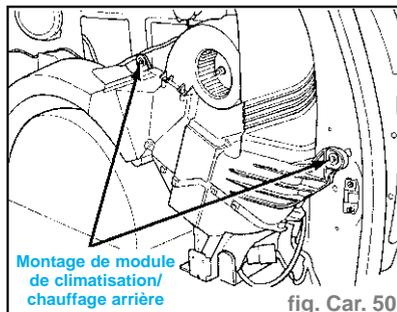

fig. Car. 50
- Déposer les deux boulons de montage du carter de climatisation/chauffage (fig. Car. 50).